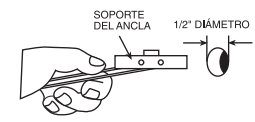

Figura 3
8. Taladre un agujero de 1/2 in en el tablero en el lado sin viga solamente (vea la Figura 2A). Sujete el canal de metal plano sobre las tiras plásticas y deslícelo por el agujero (vea la Figura 3).